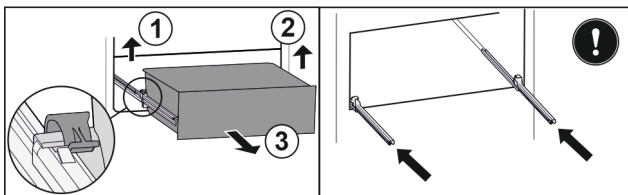

Fig. 109
- ▶ Levante la brida izquierda y, simultáneamente, tire de la parte izquierda del cajón hacia delante. Fig. 109 (1)
- ▶ Levante la brida derecha y, simultáneamente, tire de la parte derecha del cajón hacia delante. Fig. 109 (2)
- ▶ Extraiga el cajón hacia delante. Fig. 109 (3)